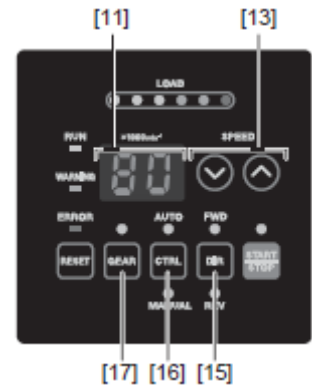

Abb. 25
12 - 1 Wählen Sie den Steuermodus (MANUELL/AUTO). (Wählen Sie die Steuertaste (CTRL) [16] von Abb. 25)
- (1) Mit der STEUERUNG-Taste (CTRL) Button können Sie zwischen dem Modus Manuell (Steuerung von Frontplatte) oder Auto (Externe Signalquelle) wählen. Externe Signalquelle kann verwendet werden, um Motor Start / Stop, Drehrichtung, Motordrehzahl usw. zu steuern. Von einer externen Steuerquelle (CNC).
- (2) Beim Betrieb von einer externen Signalquelle drücken Sie die Steuertaste (CTRL) [16] von Abb. 25 und wählen Sie AUTO. Die AUTO-LED leuchtet.
- (1) Motor-Drehrichtung einstellen (Stellen Sie die Drehrichtung-Taste (DIR) [15] in Abb. 25 ein. Drücken Sie die Drehrichtung-Taste (DIR) [15].
- (2) Stellen Sie die 500 min^{-1} Zentrierdrehung ein (Nehmen Sie die Einstellung mit der Motordrehzahl-Einstelltaste (SPEED \uparrow , \downarrow) [13] von Abb. 25 vor.)
- (3) Einstellen der Übersetzung (Betätigen Sie die Übersetzungsmodus-Auswahltaste (GEAR) [17] von Abb. 25.) Drücken Sie die Übersetzungsmodus-Auswahltaste (GEAR) [17]. (GEAR-LED leuchtet auf.) Prüfen Sie das Übersetzungsverhältnis der verwendeten Spindel oder der Drucksenker-Kombination, wählen Sie das geeignete Übersetzungsverhältnis durch Betätigen der Motordrehzahl-Angleichtaste (SPEED \uparrow , \downarrow) [13]. Drehzahlanzeige [11] zeigt 5 mögliche Übersetzungsverhältnisse, die folgenden sind möglich: 1,0, 1,5, 2,7, 4,0, 6,0, 16. Wenn eine andere Übersetzung als "1,0" eingestellt ist, blinkt der Punkt auf der digitalen Drehzahlanzeige [11]. (Siehe Abb. 26.) Wenn Sie keinen Reduziergetriebe oder eine Winkelspindel verwenden, brauchen Sie den Übersetzungsverhältnis-Modus nicht einzustellen. (Stellen Sie die Übersetzung von 1,0 ein)